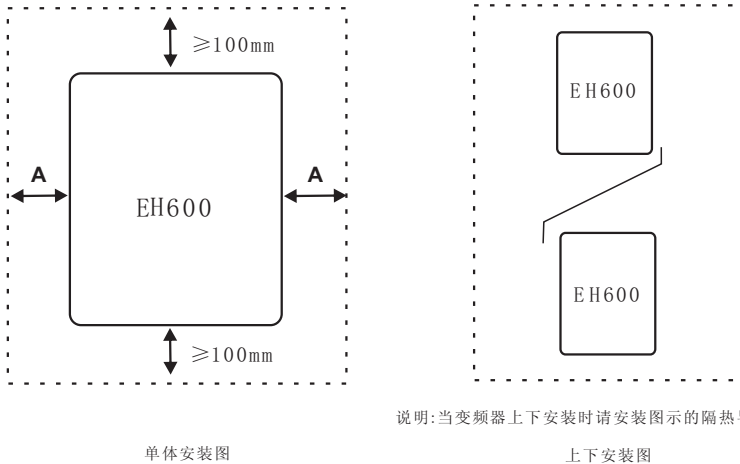

图3-1 安装示意图
1) 请垂直安装变频器,便于热量向上散发,但不能倒置。若柜内有较多变频器时,最好是并排安装。在需要上下安装的场合,请参考图3-1的示意,安装隔热导流板。
2) 安装空间遵照图3-1所示,保证变频器的散热空间,但布置时请考虑柜内其它器件的散热情况。